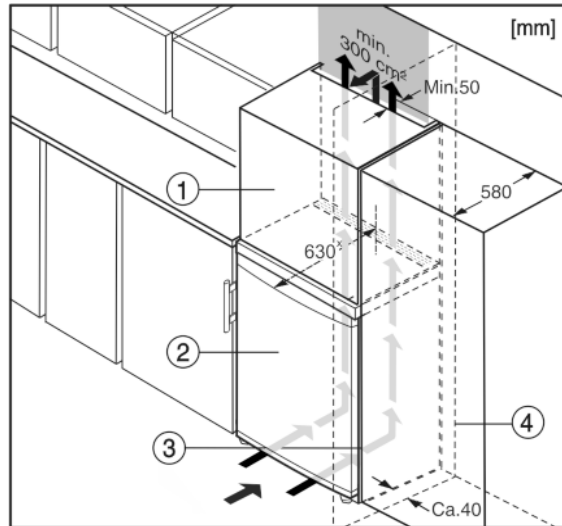

Fig. 10
- (1) Rátétszekrény*
- (2) Berendezés*
- (3) Konyhaszekrény*
- (4) Fal*
A készüléket körbe lehet építeni konyhaszekrényekkel. Rá lehet szerelni egy rátétszekrényt Fig. 10 (1), hogy a készüléket Fig. 10 (2) a konyhabútorok magasságához igazítsa.
Ha a berendezést (max. 580 mm mélységű) konyhaszekrényekkel építi körül, akkor közvetlenül a konyhaszekrény Fig. 10 (3) mellett is felállíthatja. A készülék oldalirányban 34 mm^x, a közepétől pedig 50 mm^x távolságban nyúlik túl a konyhaszekrény előlapjához képest.*
Mikor a berendezést a csuklópántokkal egy fal Fig. 10 (4) mellett állítja fel, akkor a berendezés és a fal közti távolság legalább 40 mm legyen. Ez nyitott ajtó esetén megfelel a fogantyú túlnyúlásának.*